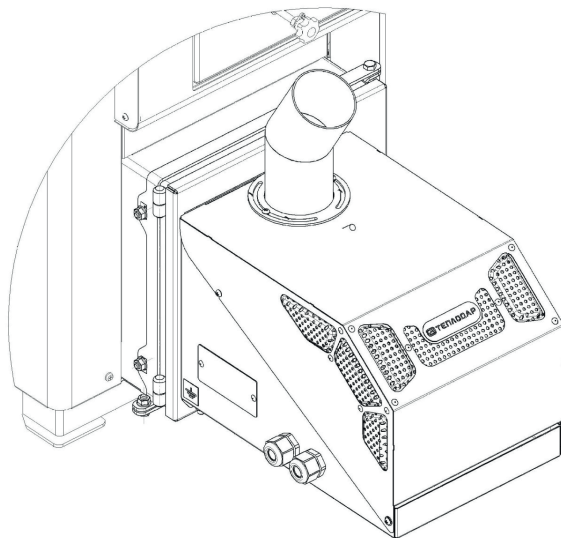

Рисунок 6
5. Установить горелочное устройство Рис.6.